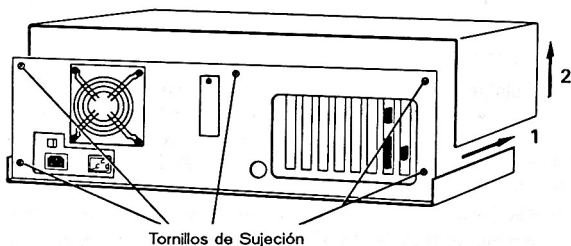

Figura 1
2. Retire la tapa trasera, quite los cinco tornillos de sujeción del gabinete según se muestra en la Figura 1, deslice la tapa del gabinete ligeramente hacia adelante y levántela.